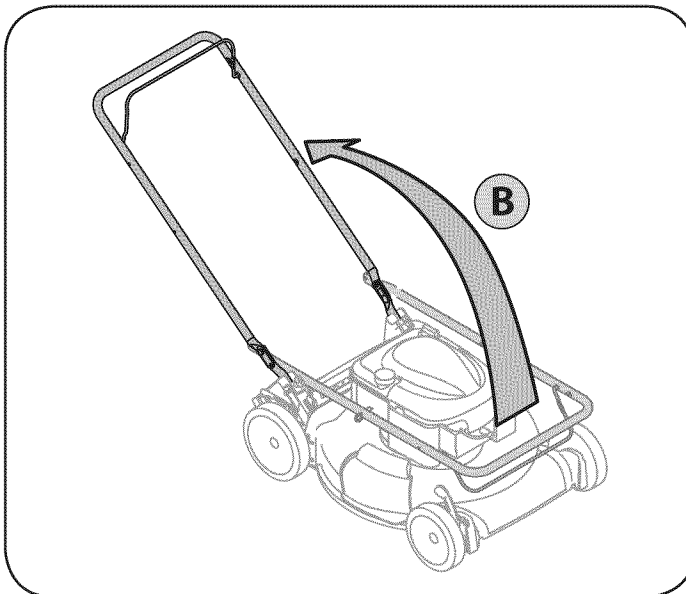

Figura 2
- B. Si bien la estabilización de cortacésped por lo que no se mueve, pivote asa superior como se muestra en la figura 2. No engarzado cable mientras levanta la palanca hacia arriba.